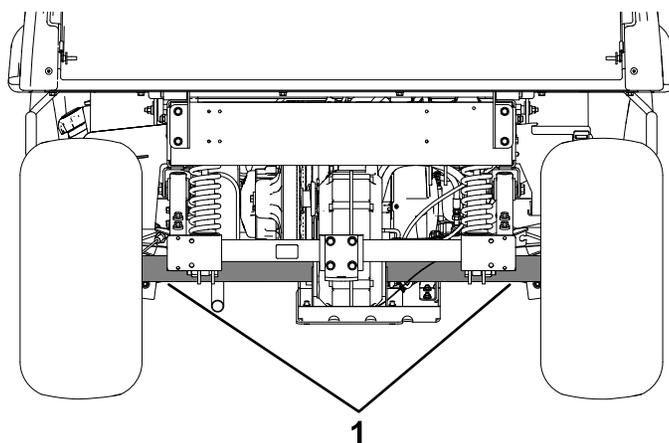

Figure 20
- Le point de levage arrière est situé sous les tubes d'essieu (Figure 20).